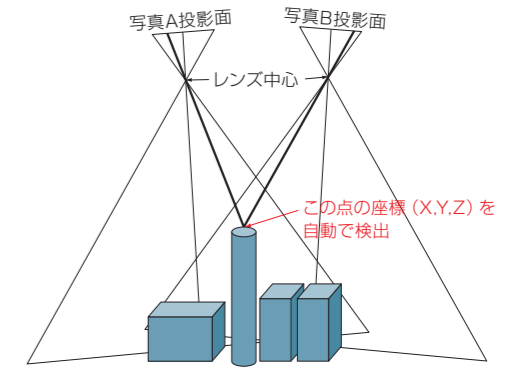

図1 画像相関の原理
岐阜県の小里川を対象に、GPSを用いて現地測量を実施するとともに、高精度デジタルカメラにより航空写真を撮影（解像度10cm, 5cm）しました。撮影処理は、①画像相関技術（図1）を用いて、隣接画像の視差を利用し自動的に標高を抽出する方法（自動処理）と、②画像を立体視することで人的に標高を取り出す方法（図化処理）を用いました。それぞれの手法の精度を比較するため、ここでは現地測量断面に対し、No.1 単断面、No.2 ツルヨシによる植物繁茂断面、No.3 巨礫による凹凸と植物繁茂断面 を比較しました。